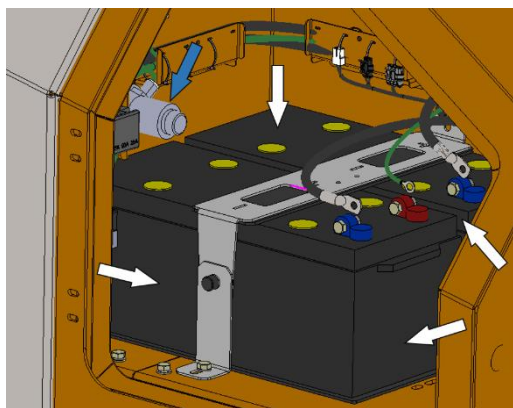

Рисунок 5.66. Чистка аккумуляторов
- Отключить массу (нажать на кнопку массы, обесточив систему электрооборудования машины), рис. 5.66 показано синей стрелкой.
- ▶ Отключить массу (нажать на кнопку массы, обесточив систему электрооборудования машины), рис. 5.66 показано синей стрелкой.